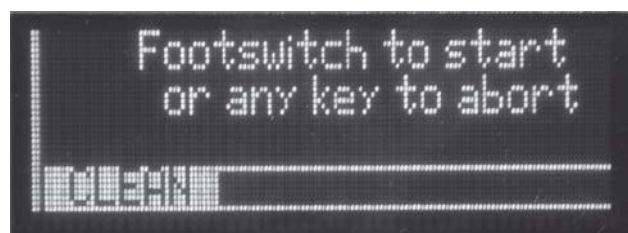

Fig. 9
**Apparaat in de CLEAN modus Fig. 9** – Het apparaat heeft een CLEAN functie, die kan worden gebruikt om een reinigingscyclus van het hydraulische circuit uit te voeren. Deze functie moet uitgevoerd worden na gebruik van het apparaat, vóór het reinigen, desinfecteren en steriliseren van alle onderdelen (zie hoofdstuk 06.0).